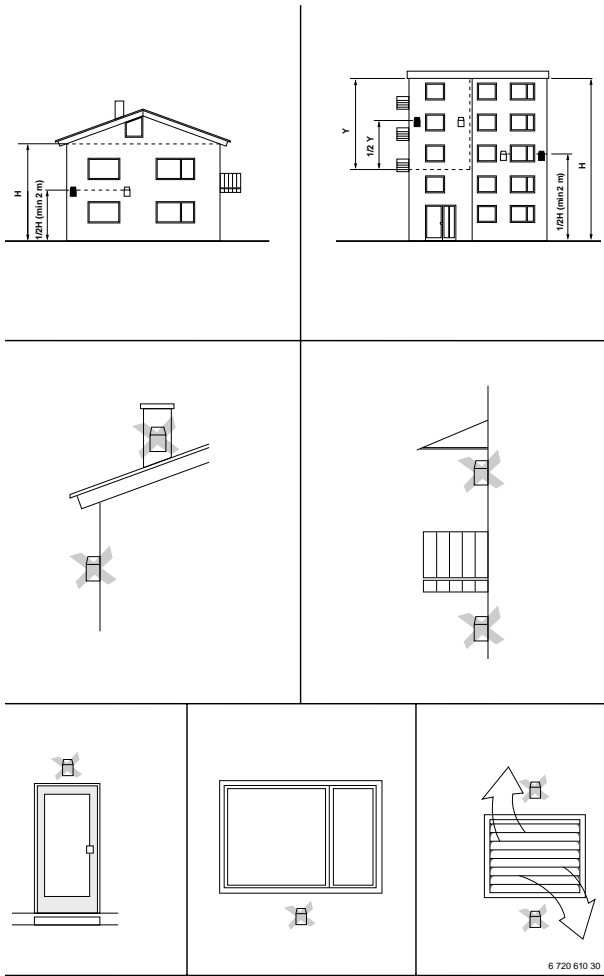

Рисунок 21
- **оптимальная для монтажа высота (по вертикали): на середине общей высоты наружной стены здания или отапливаемого помещения (H 1/2 см. рисунок 21);**
- ▶ Для защиты от брызг воды (IP): фиксирующие кольца для проводки кабеля не должны превышать диаметр кабеля (см. рисунок 21).